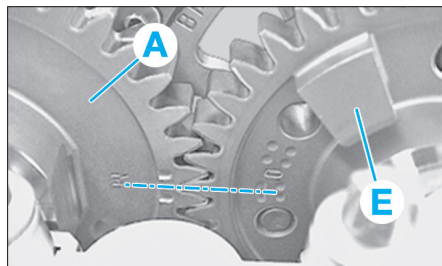

Fig. 6
- Les cames de l'arbre à cames d'échappement (E) relatives au cylindre 1 sont inclinées à gauche vers l'extérieur.
- Le repère sur le pignon d'arbre à cames d'échappement (A) doit coïncider avec le repère sur le pignon d'arbre à cames d'admission (E) (Fig.6).